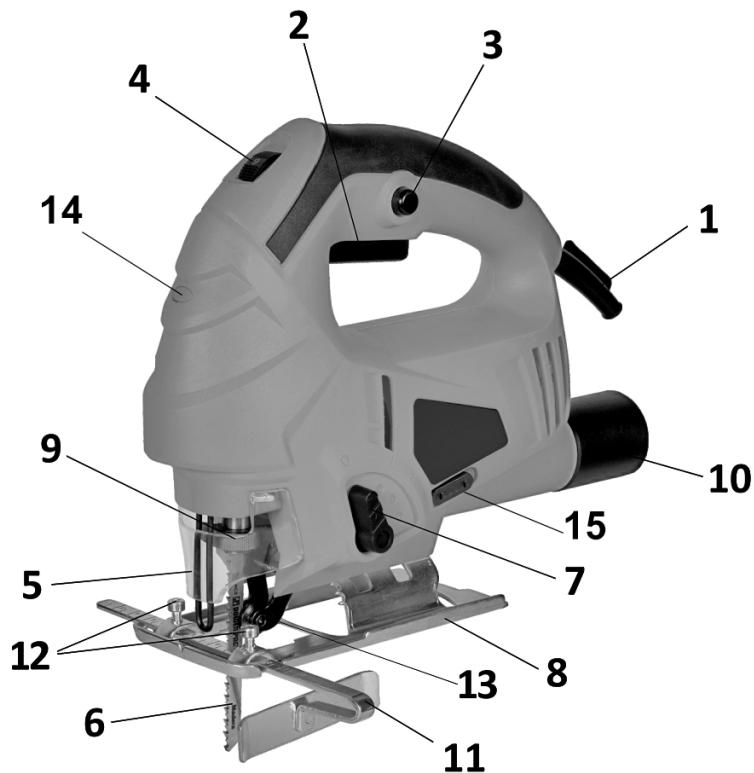

Рисунок 1
- Включение на короткое время производится нажатием клавиши выключателя 2 (Рис.1). Для того что бы выключить, просто отпустите клавишу.
- Для длительного включения, нажмите клавишу выключателя 2 (Рис.1) и зафиксируйте кнопкой фиксации 3 (Рис.1). Для выключения, кратковременно нажмите и отпустите клавишу выключателя, фиксатор разблокирует клавишу и лобзик остановится.
Для работы лобзиком используются специальные пилки. Они крепятся в быстросажимном креплении 9 (Рис.1,2,3).
- Отвести в сторону флажок быстросажимного крепления 9 (Рис.1,2,3).
Внимание! Пилка устанавливается в положении «зубьями вперед» (Рис.1,2,3). Неправильная ориентация пилки ведёт к поломке лобзика. При установке пилки следите за тем, чтобы её торец входил в паз опорного ролика 13 (Рис.1,2,3). Не открывайте защитный экран, когда движется плунжер.
4.5 Регулятор числа двойных ходов 4 (Рис.1) служит для установки необходимой частоты двойных ходов штока от наименьшей до наибольшей.
Параллельная направляющая используется для пиления параллельно базовой кромки заготовки. Ее устанавливают в специальные пазы и фиксируют винтами 12 (Рис.1).
Насадка для подключения пылесоса (адаптер) 10 (Рис.1).